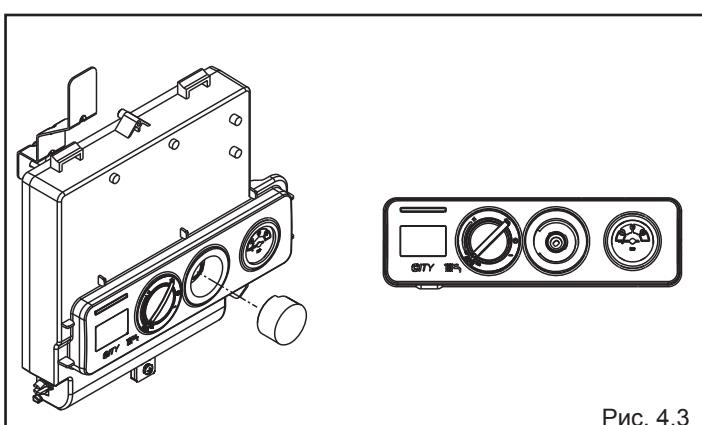

Рис. 4.3
- снимите заглушку на панели управления поддав ее отверткой (рис. 4.3)